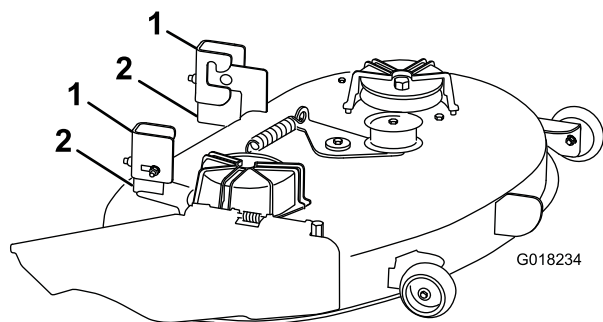

Figure 1
3. Déposez les supports de suspension existants des supports du plateau (Figure 1).